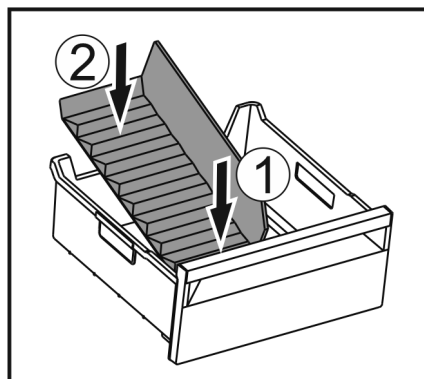

Fig. 116
- ▶ Вставити передню частину перегородки відділення для льоду. Fig. 116 (1)
- ▶ Опустити задню частину перегородки відділення до дна ящика для кубиків льоду. Fig. 116 (2)